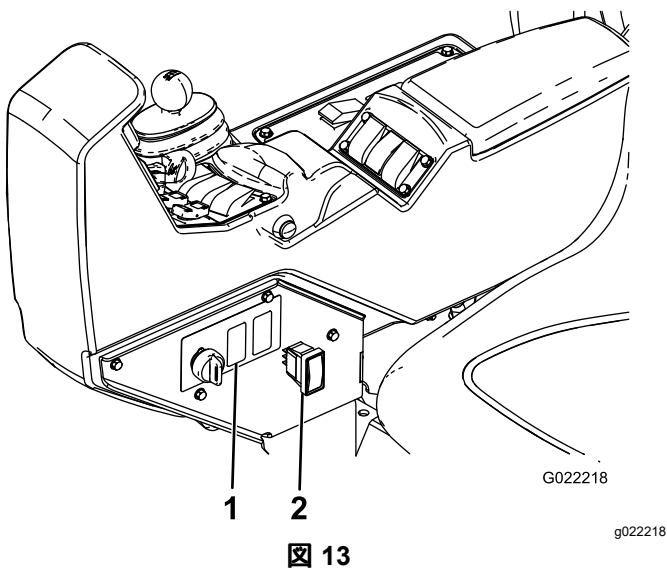

図 13
1. スプレーヤのコンソール側面で、すすぎタンク用スイッチのプラグ打ち抜き部を探し出す図 13。
4. ボックス型コネクタにスイッチを取り付ける図 13。